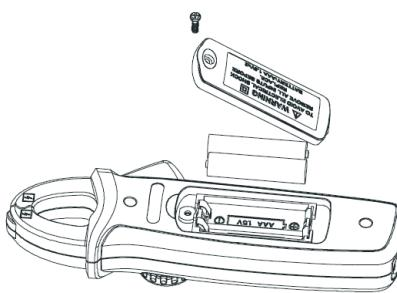

Рис.8
- Отверните отвёрткой винт крепления задней крышки, откройте крышку батарейного отсека и выньте разряженные элементы питания как показано на рис.8.